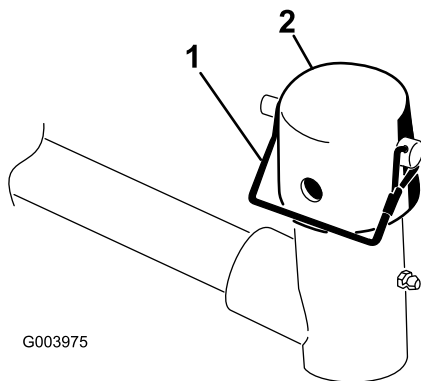

Figure 9
7. Retirez la goupille élastique et le capuchon de la chape de pivot du bras de relevage (Figure 9).
11. Fixez le capuchon et l'arbre du bâti porteur à la chape du bras de relevage avec la goupille élastique. Utilisez la fente si un plateau de coupe directionnel est recherché ou utilisez le trou si le plateau de coupe doit rester fixe (Figure 9).